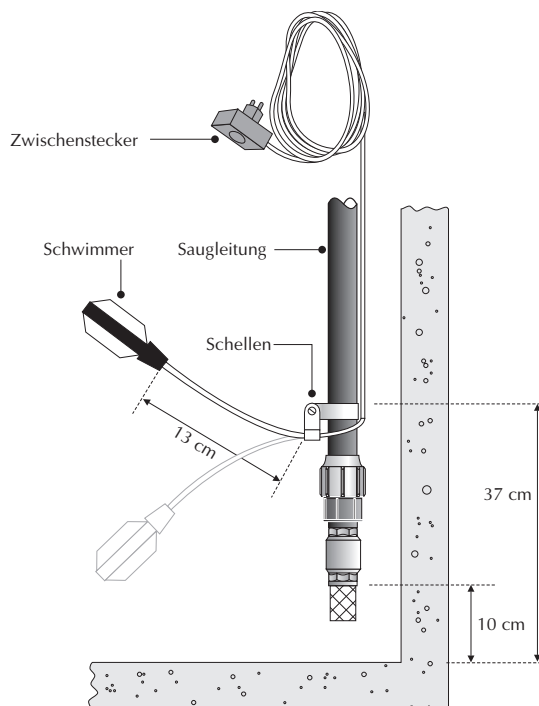

Bild 4 Montage des Schwimmerschalters im Erdtank
**Die freie Kabellänge von 13 cm zwischen Schelle und Beginn des Schwimmergehäuses (s. Bild 4) darf keinesfalls verändert werden, da ansonsten eine einwandfreie Funktion nicht gewährleistet ist.**
Im Erdtank wird der Schwimmerschalter am Saugleitungsrohr oberhalb des Rückschlagventils befestigt (Bild 4).